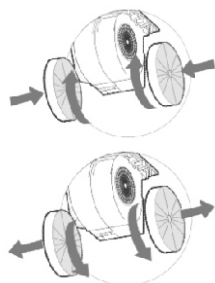

рис. 8
**Проверьте свободный ход антивозвратного клапана при установке воздуховода.** Угольные фильтры устанавливаются на защитные корпуса вентилятора смотри (рис.8).